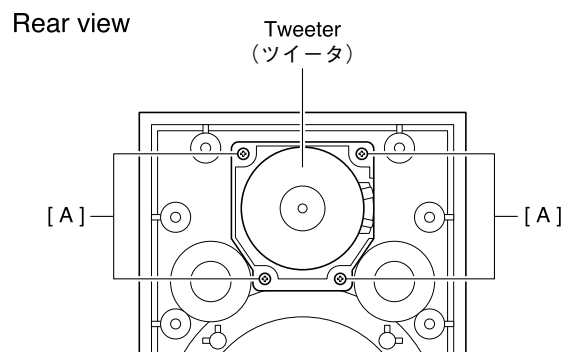

Fig. 3 (図 3)
3-2 Remove the four (4) screws marked [A]. The tweeter can then be removed. (Fig. 3)
3-2 [A]のネジ4本を外し、ツィータを外します。(図 3)